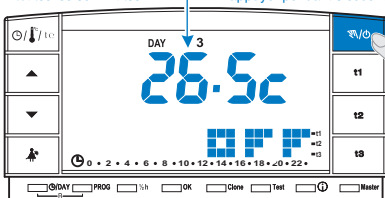

fig. 59
- Pour activer la fonction, maintenir la touche "☺/⊖" appuyée (environ 6 sec.) jusqu'à ce que l'inscription **OFF** s'affiche sur l'écran, indiquant que le chronothermostat est désactivé (exemple sur la fig. 59).